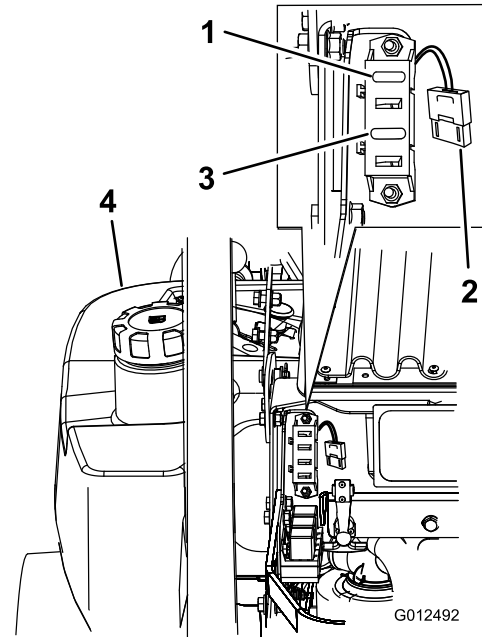

Figure 51
1. Déverrouillez et soulevez le capot pour accéder au porte-fusibles (Figure 51).
3. Remplacez le fusible (Figure 51).